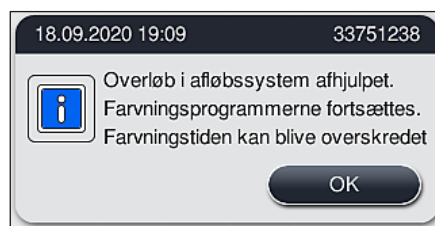

Fig. 123
- ✓ Hvis det blokerede vand løber fra, informerer end anden meddelelse på displayet (→ "Fig. 123") brugeren om, at farvningsprocessen kan fortsætte. Tryk på **Ok** (→ "Fig. 123") for at fortsætte.
1. Hvis efterfølgende rengøringsforsøg lykkes, og blokeringen kan fjernes, falder vandniveauet til under det kritiske niveau. En meddelelse på displayet (→ "Fig. 123") informerer brugeren om, at farvningsprogrammerne kan fortsætte. Tryk på **OK** (→ "Fig. 123") for at fortsætte. Starten af programmerne vises, og programmerne i processen fortsætter automatisk.